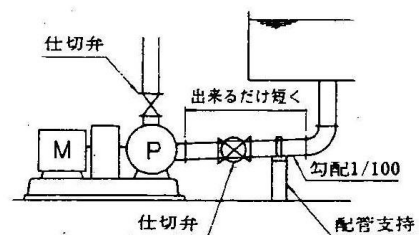

図 2
- (6) 流し込み、押し込みの場合の吸込配管タンクとポンプの吸込管に、図2に示すように仕切弁を設けてください。この仕切弁は空気だまりができないようにハンドルを横向きに取り付けてください。